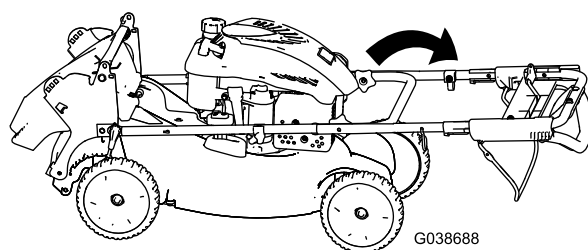

Bild 24
3. Drehen Sie den Griff nach vorne (Bild 24).